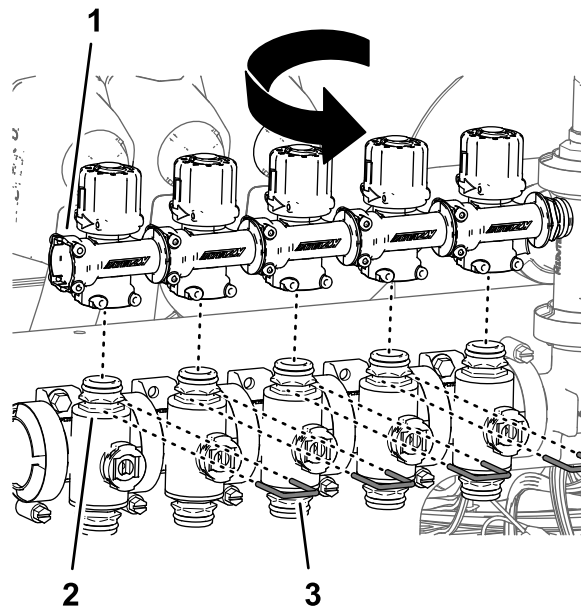

Figura 100
6. Ruotate le valvole di bypass di 180° e montatele sui raccordi a disinnesto rapido delle valvole di sezione (**Figura 100**).
7. Fissate le valvole di bypass alle valvole di sezione con i fermi (**Figura 100**) che avete rimosso al passaggio 4.
9. Montate i tappi sui raccordi a disinnesto rapido delle valvole di bypass per la valvola dell'ugello 5 e la valvola dell'ugello 6 con i fermi forniti con i tappi (Figura 100).